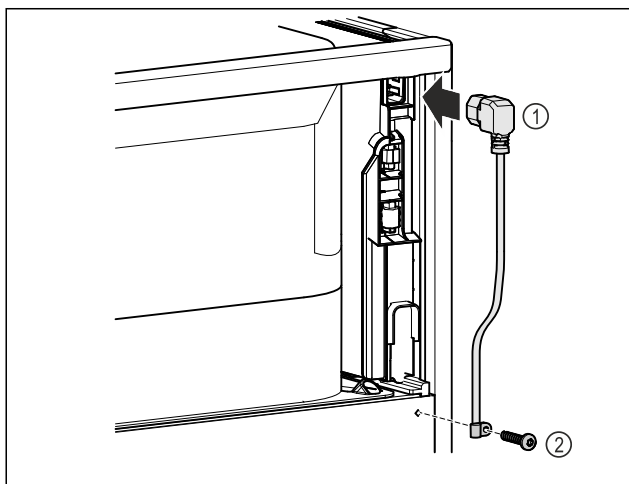

Fig. 13
- Zapojte zásuvku chladiaceho zariadenia sieťového prívodu Fig. 13 (1) na zadnej strane zariadenia.
- Namontujte odľahčenie od ťahu. Fig. 13 (2)